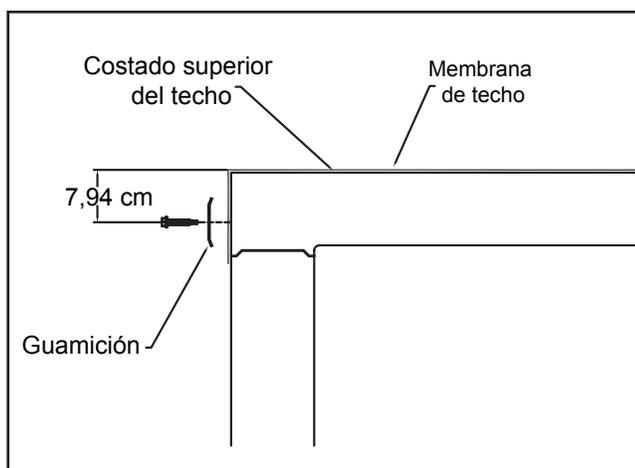

Figura 5
6. Agregue la guarnición y la cubierta de la puerta usando los tornillos provistos de cabeza hexagonal para lámina de metal. Todas las piezas deben ser sujetadas hacia abajo en 3-1/8 pulgadas (7,94 cm) desde la parte superior del techo como lo muestra la figura 5. Asegúrese que la guarnición y el material de membrana de